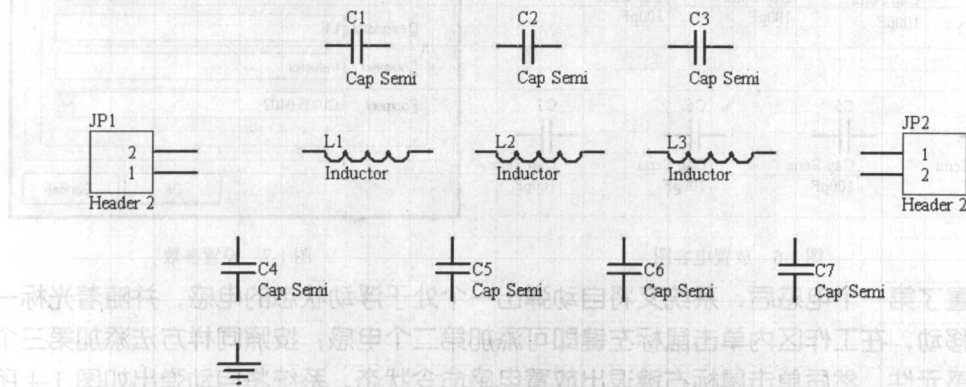

图 1-10 原理图文件布局
- (15) 将鼠标指针指向 C4，按住鼠标左键不放，并按 （空格）键旋转该元件的放置方向，然后按同样的方法旋转 C5、C6、C7；
- (16) 拖动元件调整各元件的位置，从而得到如图 1-10 所示的原理图文件布局；